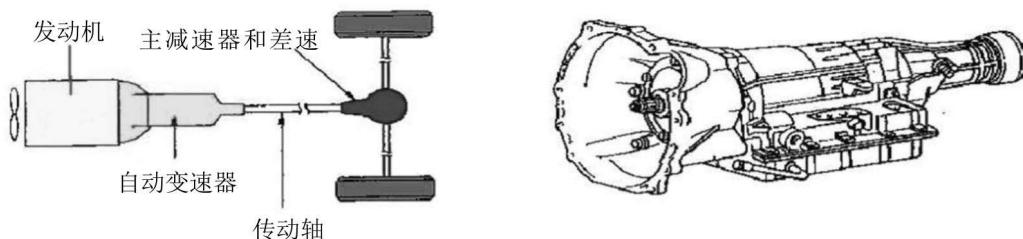

图 1-3 前置后驱自动变速器
(2) 前置后驱动自动变速器 (FR 型或 RWD 型)。这种变速器仅使用在后轮驱动的轿车上, 通常发动机呈纵向布置。这类变速器内部仅有变速机构。主减速器和差速器均装备在后驱动桥上。如图 1-3 所示。